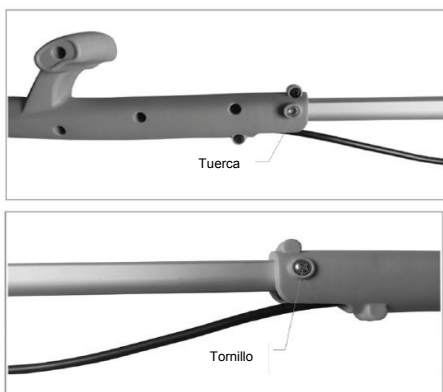

Fig 2
- Inserte el perno en el mango superior y el tubo de conexión y asegúrelo con la tuerca. (Fig 2)